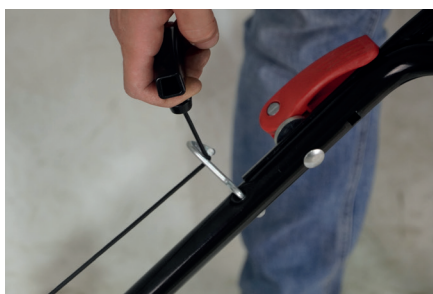

Рис. 11 Крепление ручки стартера на рукоятке
10. Закрепите ручку стартера на кронштейне. Для этого нажмите рычаг 4 остановки двигателя и медленно потяните за ручку стартера, чтобы вытянуть шнур из корпуса стартера на требуемую длину. Затем пропустите шнур стартера через витки кронштейна и отпустите ручку стартера. Ручка стартера должна зафиксироваться на кронштейне, как показано на Рис. 11.